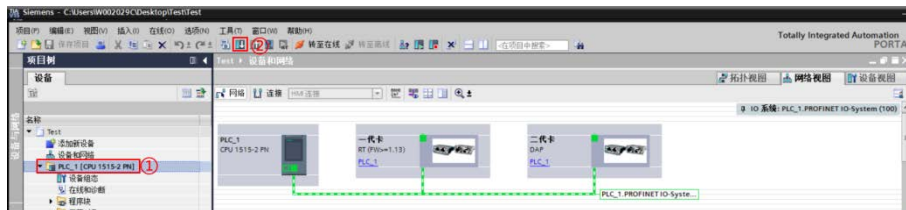

图 3.12 下载 PLC 组态配置（一）
- 1) 在左侧的项目树中选中 PLC\_1【CPU 1515-2 PN】，点击工具栏中的下载图标或点击菜单【在线→下载到设备】，进入下载界面，如图 3.12 所示。